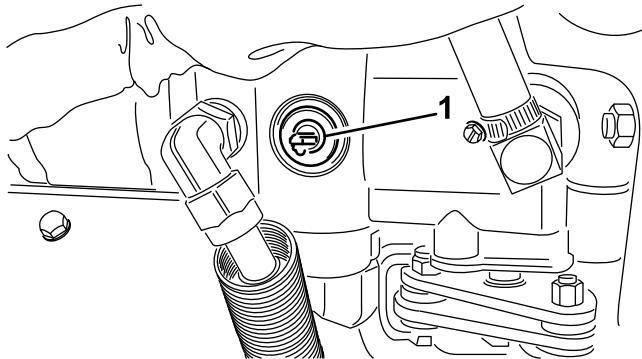

Bild 31
- Drehen Sie das Sicherheitsventil an der Pumpe (Bild 31) um 90° (der Sicherheitsventilhebel sollte in geöffneter Stellung horizontal sein).